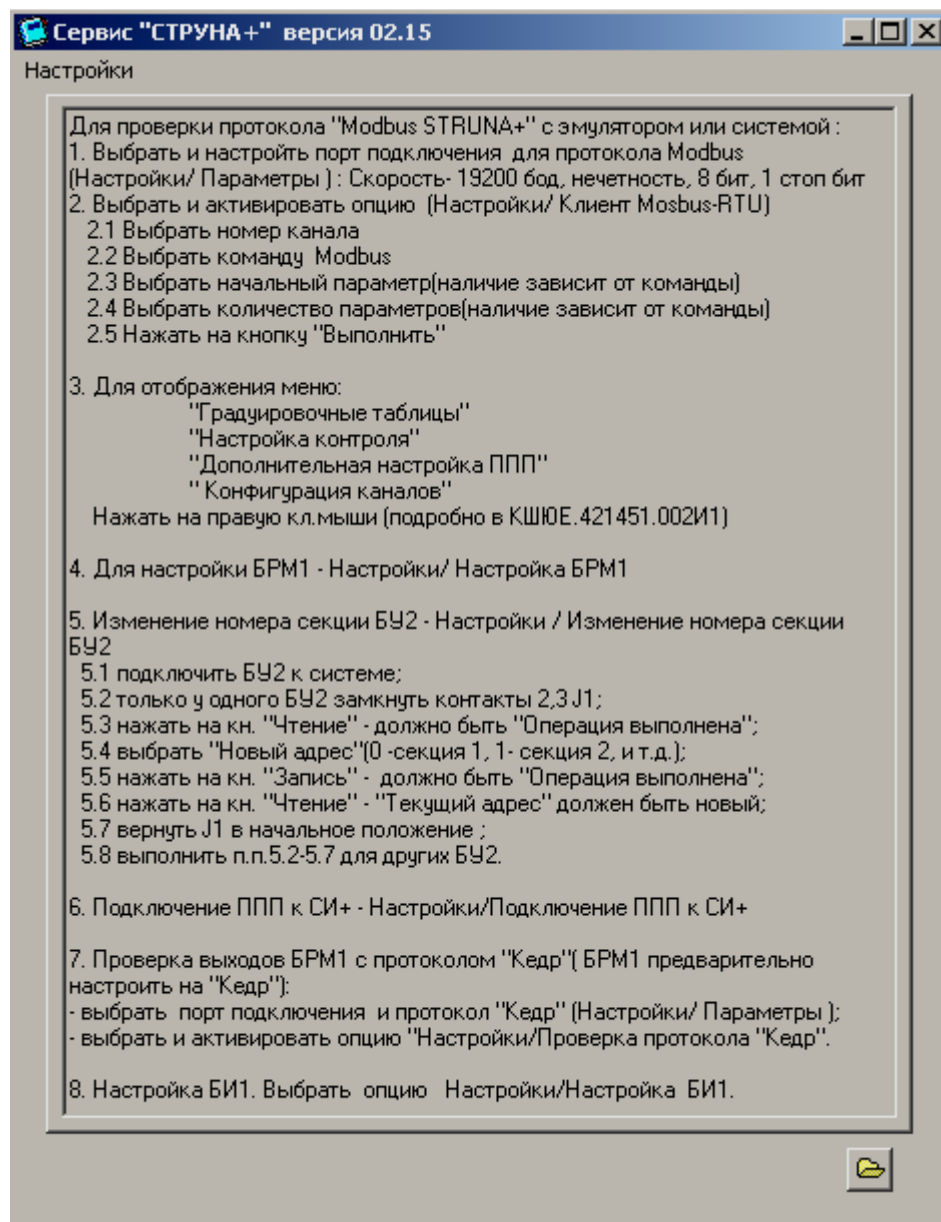
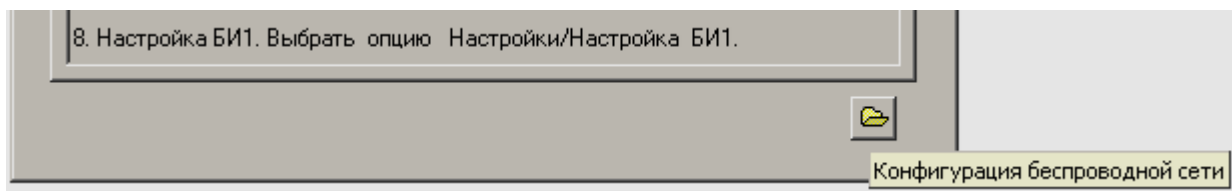
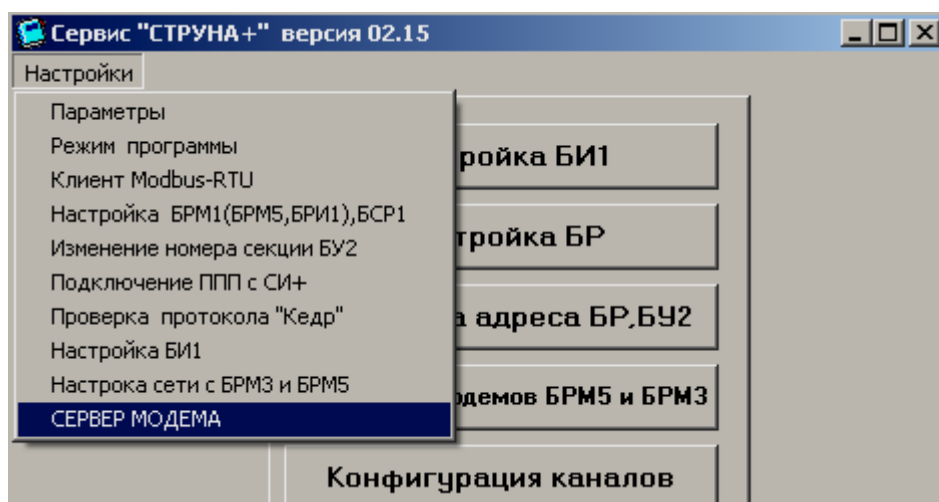

Рисунок 1
Рисунок 4
Рисунок 6
3.2 Из начальной формы (рисунок 1) нажать на кнопку «Конфигурация беспроводной сети» (рисунок 4). В результате на экране появится форма представленная на рисунке 5. Выбрать файл конфигурации сети (например, «A340.zrb») и нажать на кнопку «Открыть». Сервер будет использовать введенную конфигурацию для связи с узлами сети.
3.3 Из начальной формы (рисунок 1) выбрать и активировать опцию «Настройка/СЕРВЕР МОДЕМА» (рисунок 6). При успешном открытии ранее установленных портов на экране появится форма, представленная на рисунке 8 («Сервер модема»), которую можно свернуть (рисунок 9). В противном случае на экране появится сообщение, представленное на рисунке 7. При нажатии на кнопку «ОК» выполняется возврат в начальную форму программы.